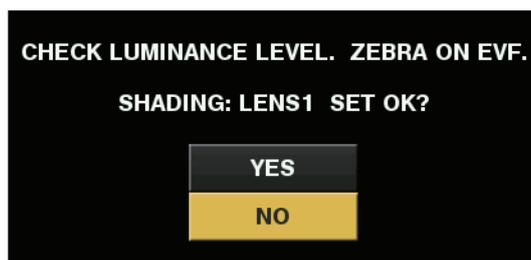

Fig. 1
- 2) Réglez l'ouverture de l'objectif sur manuel, puis ajustez-la pour que le motif zébré couvre la totalité de l'écran du viseur. (Fig. 1)